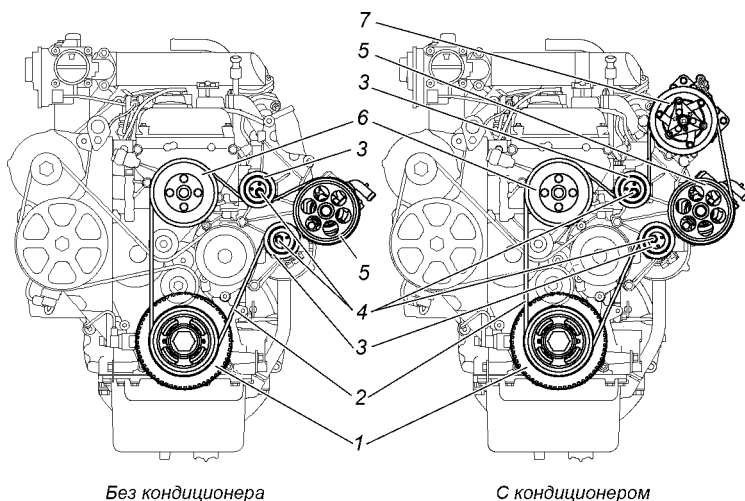

Рис. 9.14. Ремень привода вентилятора, насоса гидросилителя рулевого управления и компрессора кондиционера:
- ослабьте болт 4 (рис. 9.14) ;